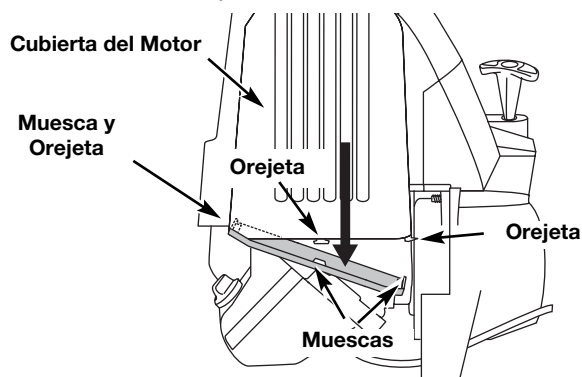

Fig. 30
1. Retire la cubierta del silenciador presionando la esquina con un destornillador de vástago plano (Fig. 30). Deslice las muescas a los lados de la cubierta del silenciador sobre las orejetas de la cubierta del motor y retire.